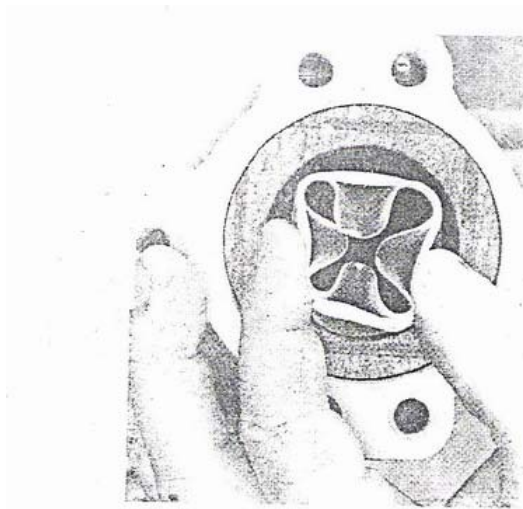

图 29
31. 在这一端，轻推液管的底部凸缘，引导液管的捆扎端到中心，并从座的上部孔伸出（图 29）。